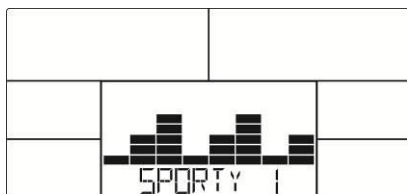

Fig.15
2. Trykk (+)(-) for å velge ett av fire Sporty-programmer (Fig.15) og trykk MODE/ENTER for å bekrefte.